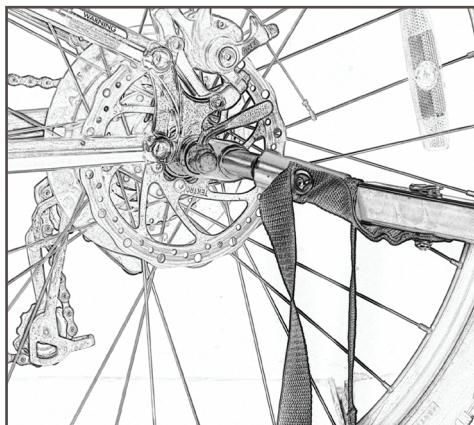

図26
1. トレーラーの牽引アームを自転車フレームのトレーラーヒッチに合わせるように配置します。牽引アームフレックスカプラーをトレーラーヒッチ上でスライドさせ、牽引アームの穴とヒッチの穴を合わせます(図26)。